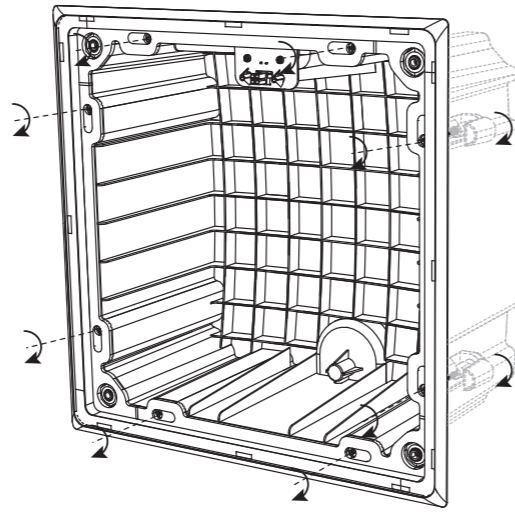

Fig. 18. Tighten the mounting clamp screws (X8)
- Maintenez la boîte arrière en place dans le plafond, tout en serrant les vis de serrage de montage dans le sens des aiguilles d'une montre (Fig. 18). Faites-le systématiquement jusqu'à ce que les huit pinces soient en place et maintiennent le dos en toute sécurité sur la cloison sèche du plafond.